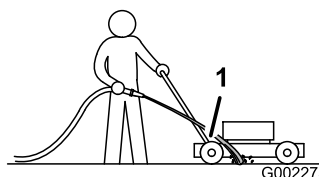

Figura 22
3. Mantenha a mangueira ligada ao nível da pega e direcione a água para fluir para o solo mesmo em frente da roda traseira direita (Figura 22).